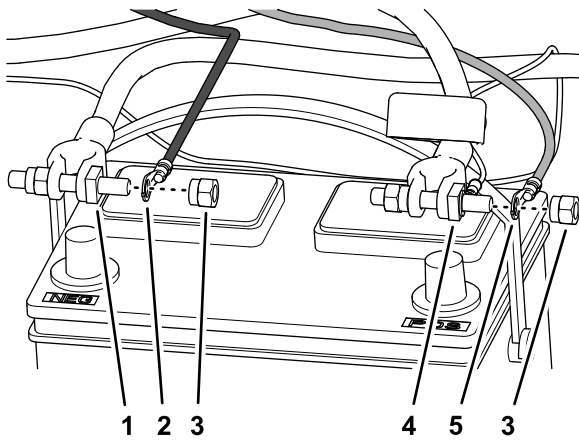

Figura 13
- Monte el terminal de anillo del arnés de alimentación del cable con la etiqueta BATERÍA (-) en el perno de pinza de la batería para el cable negativo de la batería con una tuerca de pinza de la batería (Figura 13).
3. Monte el terminal de anillo del arnés de alimentación del cable con la etiqueta BATERÍA (+) en el perno de pinza de la batería para el cable positivo de la batería con una tuerca de pinza de la batería (Figura 13).